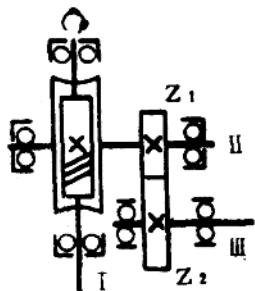

图 7
12. 已知蜗杆轴旋向,问齿轮Z₁的旋向、I轴受轴向力的方向(图7)各向何方? 根据什么?